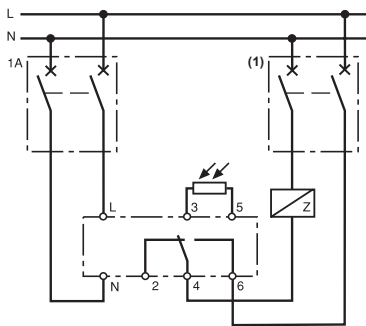

Fig. 3
- Vermogen ≤ 16 A, $\text{Cos } \varphi = 1$ (fig. 3).